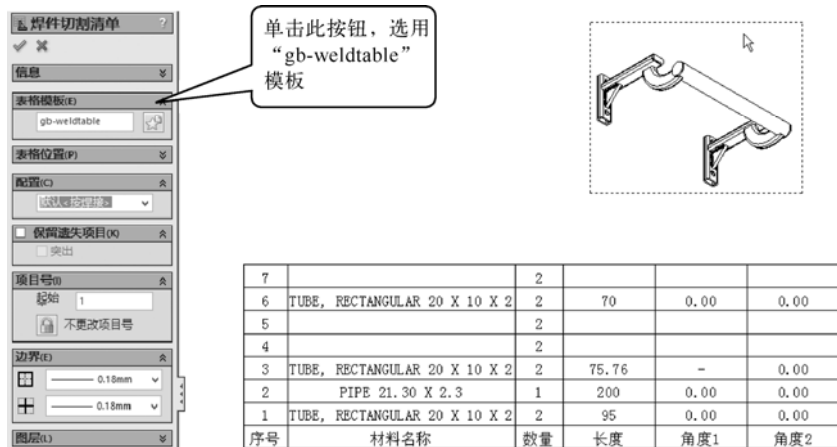

图 4-76 插入切割清单操作
STEP 8 选中斜视投影视图，如图 4-76 右上图所示，单击“注解”工具栏“总表”下拉列表下的“焊件切割清单”列表项，打开“焊件切割清单”属性管理器，单击选择模板按钮, 选择“gb-weldtable”模板为清单模板，其他选项并保持系统默认设置，单击“确定”按钮，再在操作区的适当位置单击，插入“切割清单”，如图 4-76 右图所示。